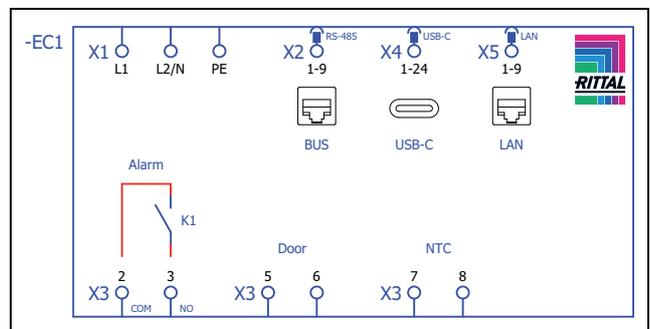
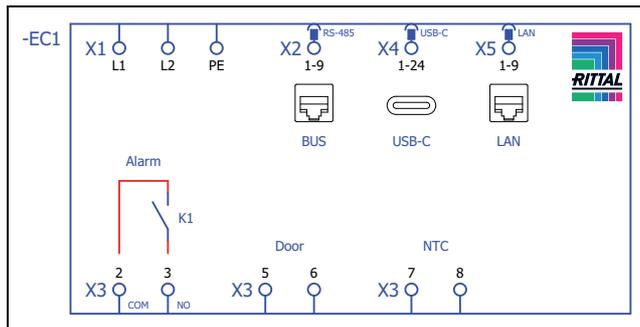

Fig. 45: Esquema de conexões SK 317800, SK 317801, SK 3179800, SK 3179801, SK 3180800, SK 3184800
Fig. 46: Esquema de conexões SK 3184840
■ Retire o conector de alimentação de tensão do pacote de acessórios e faça a ligação com a rede elétrica seguindo o esquema de conexões (fig. 45 ou fig. 46).